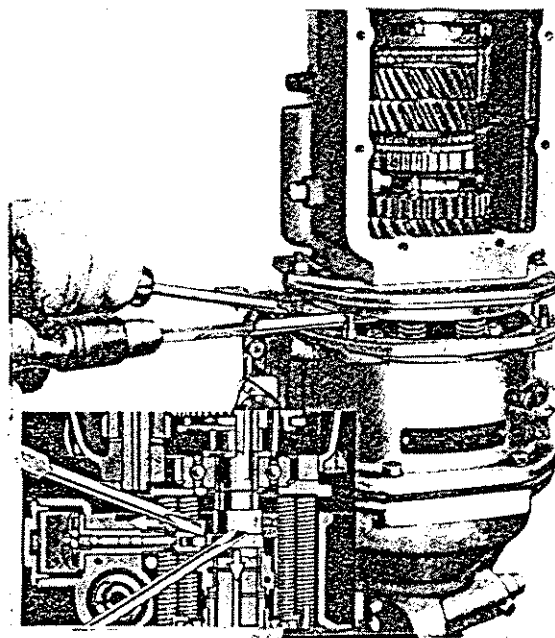

Fig. 4. Assembling the gearbox to the overdrive unit
4. Mit einem Schraubenzieher den hydraulischen Pumpenkolben herunterdrücken und mit einem zweiten Schraubenzieher den Nocken in Ausrichtung mit der Kolbenwalze bringen. Pumpenkolben mit der Nockenoberfläche so verbinden, wie es auf Abb.4 gezeigt wird.